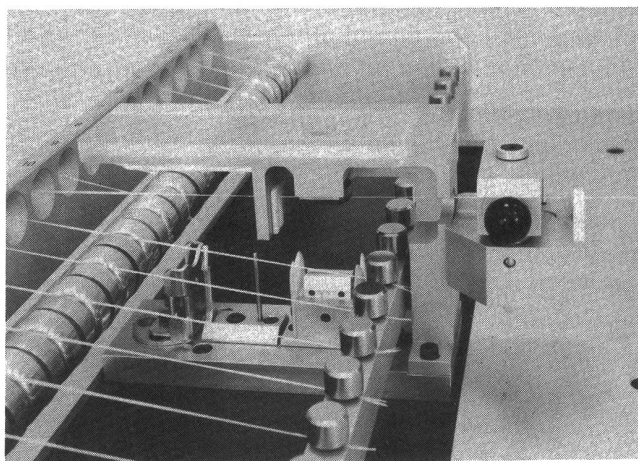

Bild 2 Autonom arbeitender Spulenwechsler mit Spleisser
Daneben besteht in der textilen Prüftechnik auch Interesse an Spulenwechslern, die völlig autonom arbeiten und in Verbindung mit verschiedenen Prüfgeräten eingesetzt werden können. Bild 2 zeigt einen derartigen, von Textechno entwickelten Wechsler, der eine eigene Mikroprozessorsteuerung besitzt und bei dem die Auflösung des Wechselvorganges durch ein externes Signal oder einen internen Timer erfolgt. Ein besonderes Merkmal dieses mit Spleisstechnik arbeitenden Gerätes ist die Möglichkeit, bei durchlaufendem Faden zu wechseln (1). Der neu anzulegende Faden A wird hierzu zusammen mit dem laufenden Faden B in eine Spleisserdüse eingeführt. Mit Einsetzen des Spleissovorganges wird Faden A mit Faden B verwirbelt und nimmt sofort dessen Geschwindigkeit an, wobei kontinuierlich eine weitere Verwirbelung der beiden nunmehr parallel laufenden Fäden stattfindet. Anschliessend wird Faden B mit einer automatischen Schere abgeschnitten und das Fadeneende abgelegt. Faden A läuft nunmehr allein weiter.